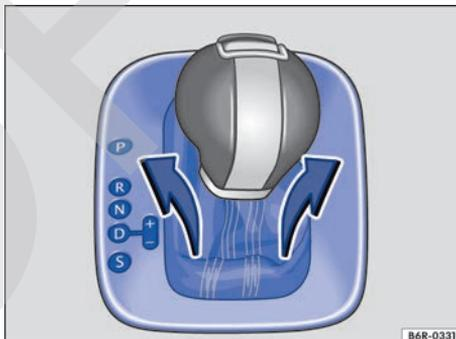

Fig. 113 Desmontar la cubierta de la corredera de la palanca selectora. ▶
- Tire de la cubierta hacia arriba y con cuidado, por la zona del guardapolvo de la palanca selectora, junto con los cables que lleve conectados → fig. 113.